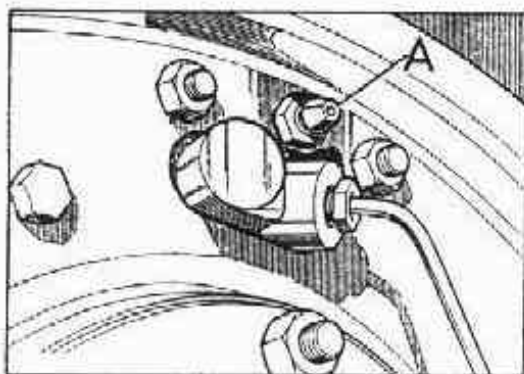

Fig. 56. Válvula de purga
2. Se empalmará el extremo de una tubería de goma a la válvula de purga de la rueda *delantera derecha* (fig. 56), y el otro se sumergirá en una vasija de cristal conteniendo líquido de freno.